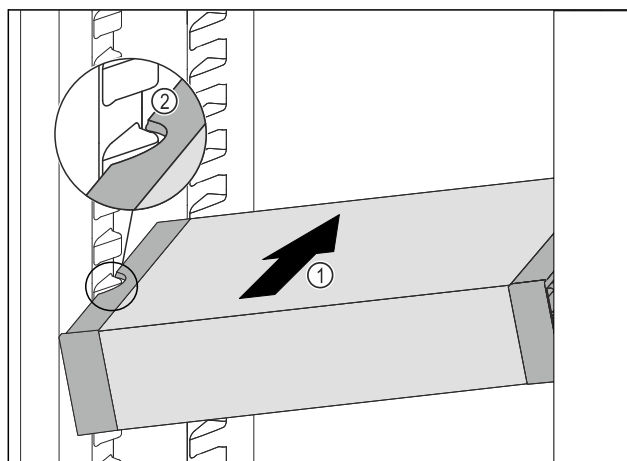

Fig. 128
- ▶ A VarioSafe fiókot ferdén tolja be a hűtőrészbe Fig. 128 (1) annyira, hogy a VarioSafe oldalsó kivágásai Fig. 128 (2) a hűtőrészben a tartóborda magasságában legyenek.